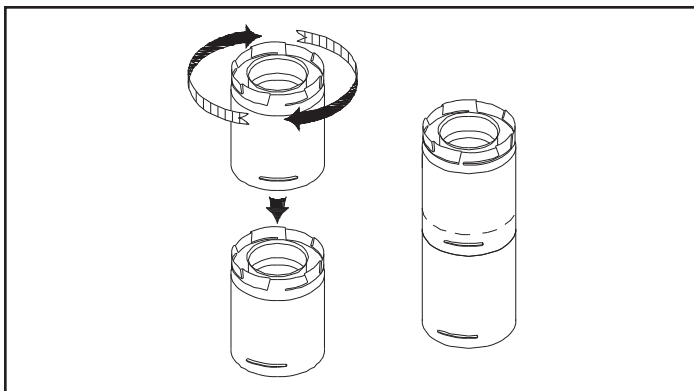

Figure 3.24
1. Procédure de verrouillage par rotation : alignez les pattes de verrouillage sur les extrémités mâle et femelle des sections de conduit. Insérez l'extrémité mâle du conduit dans l'extrémité femelle jusqu'à ce que les pattes de verrouillage soient couvertes. Tournez l'extrémité femelle d'un huitième de tour dans le sens horaire pour verrouiller les sections ensemble (figure 3.24). Les vis ne sont pas nécessaires pour attacher les conduits, mais sont acceptables si elles ne pénètrent pas dans la paroi interne des conduits de ventilation.